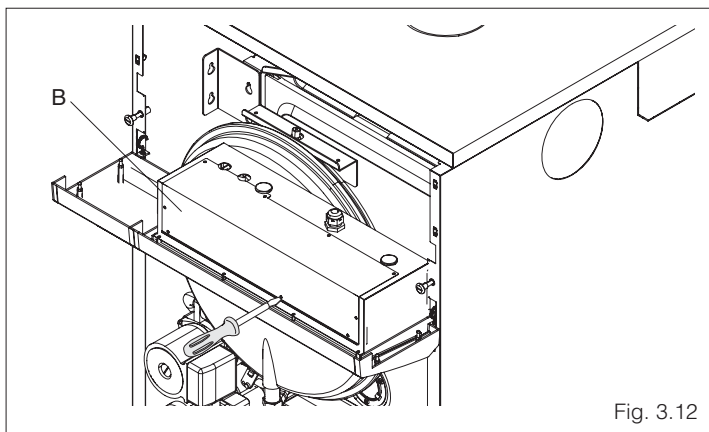

Fig. 3.12
- svitare con un cacciavite le viti di fissaggio della carenatura (fig. 3.12)
- togliere il coperchio della carenatura (B) (fig. 3.12)